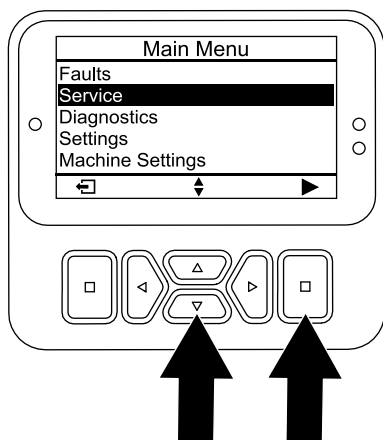

Figura 119
3. Prima o botão baixo até a opção MANUTENÇÃO estar selecionada, depois prima o botão de seleção (Figura 119).